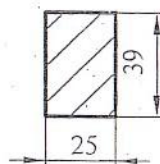

Рис. 2
- 6.7 Выполнить два отверстия размером 25x39 мм для переключателей в удобном для водителя месте (см. рис.2).